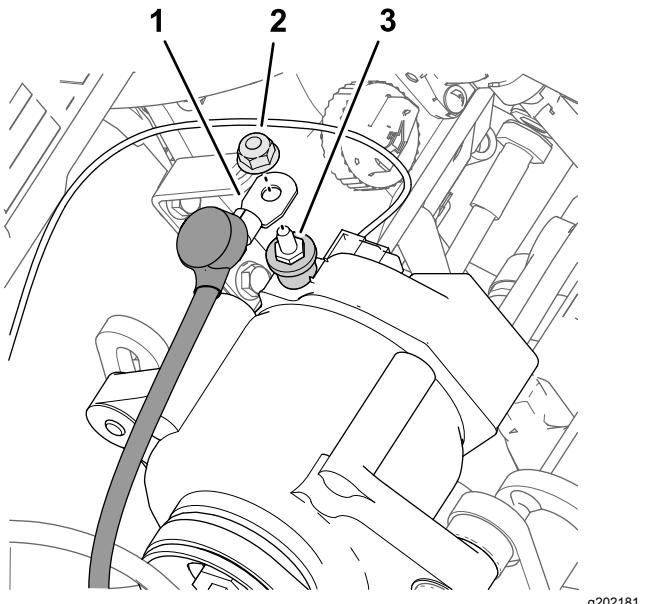

Рисунок 186
4. Подсоедините красный провод генератора калибра 6 к контактному штырю генератора (50 A) с помощью гайки (Рисунок 186).
7. Наденьте изоляционный колпачок на контактный штырь генератора (Рисунок 186).
3. Выверните гайку от контактного штыря (Рисунок 186) генератора (50 A).